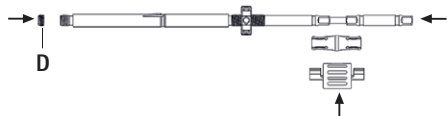

Abb. 11
- Schraubendreher in Innenhülse einführen, mit Abstandshalter sichern und Verriegelungsschraube **D** aufstecken, siehe Abb. 11.